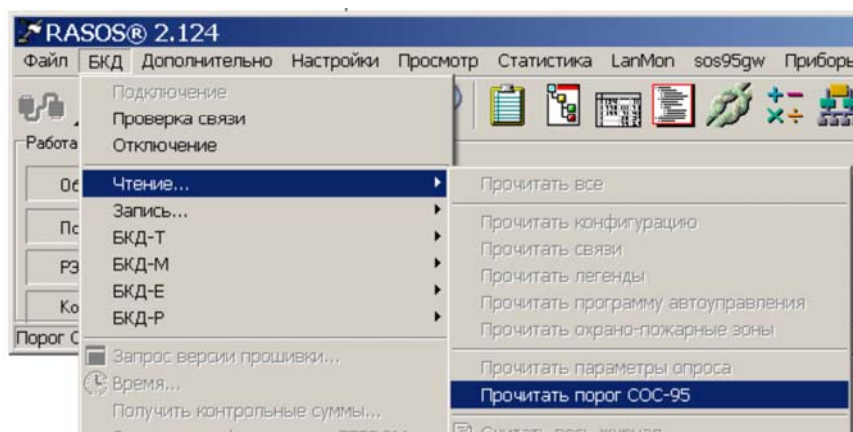

Рисунок 14
5) Установить порог приема БКД-М равным 30, выбрав пункт меню **БКДПрочитать порог СОС-95** (рисунок 14).